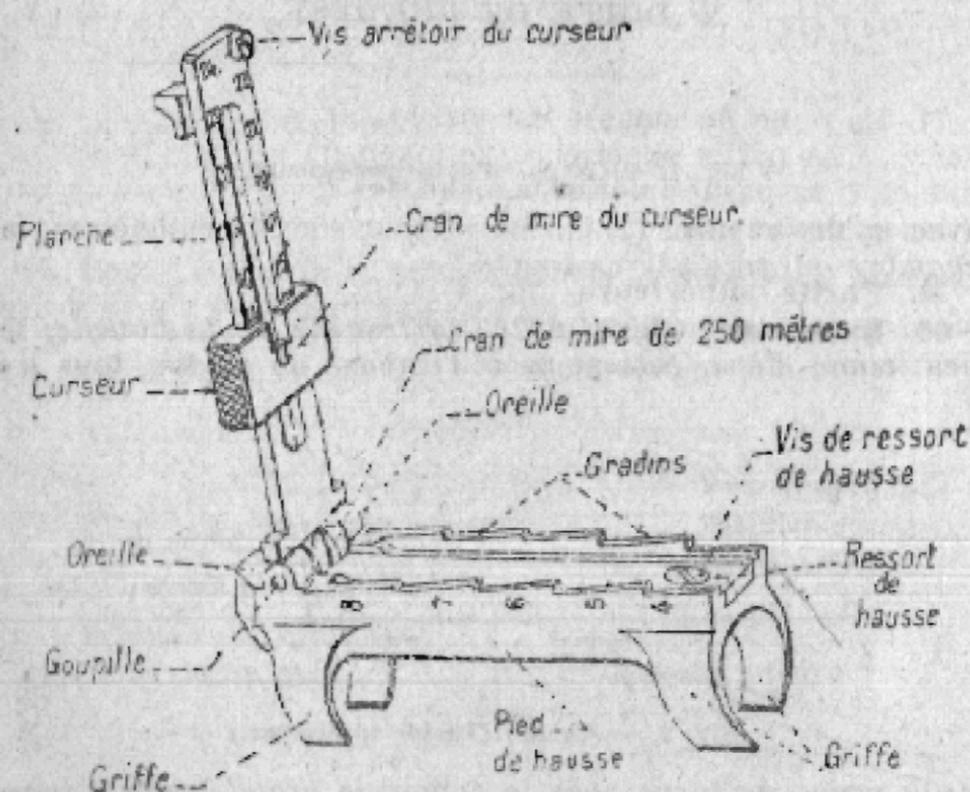

Fig. 3. — Hausse.
(1) Mesure prise sur le plein des rayures.
(2) On appelle sens des rayures dans une arme la direction que prend la rayure supérieure quand on regarde l'âme par le tonnerre ou par la bouche. Le fusil 86-83 est rayé à gauche, c'est-à-dire que la rayure supérieure est orientée vers la gauche, quand on regarde l'âme comme il vient d'être dit.
(3) Venu de forge, sur les armes fabriquées pendant la guerre.
(4) Sur le tonnerre on remarque : à la partie antérieure et inférieure, le pas pour l'enclouage (vissage du canon dans la boîte de culasse); à la partie postérieure et supérieure, le trait de repère correspondant à celui de la boîte de culasse (limite de vissage du canon).
69. La hausse (fig. 3) comprend huit pièces :